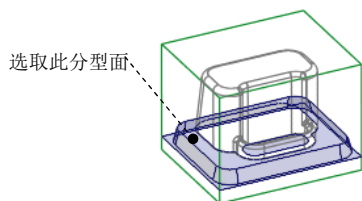

图 4.13 选取分型面
Step3. 在系统  为分割工件选择分型面. 的提示下，选取图 4.13 所示的分型面，并单击“选择”对话框中的 **确定** 按钮，在“分割”对话框中单击 **确定** 按钮。